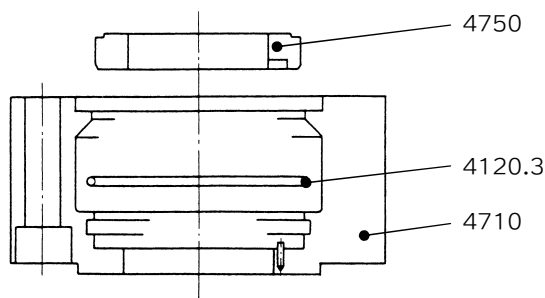

図 6.4-1
- (1) 図 6.4-1 のOリング(4120.3)に油(タービン油またはマシン油)を薄く塗布してシールカバに挿入します。次にシートの外周面に同じ油を塗布して、ラッピング面を上に向けてシールカバに挿入します。この時、シートの回り止め用切欠きとピン(5600)の位置に注意して下さい。また、組込み後にシートが傾いて挿入されていないか点検して下さい。